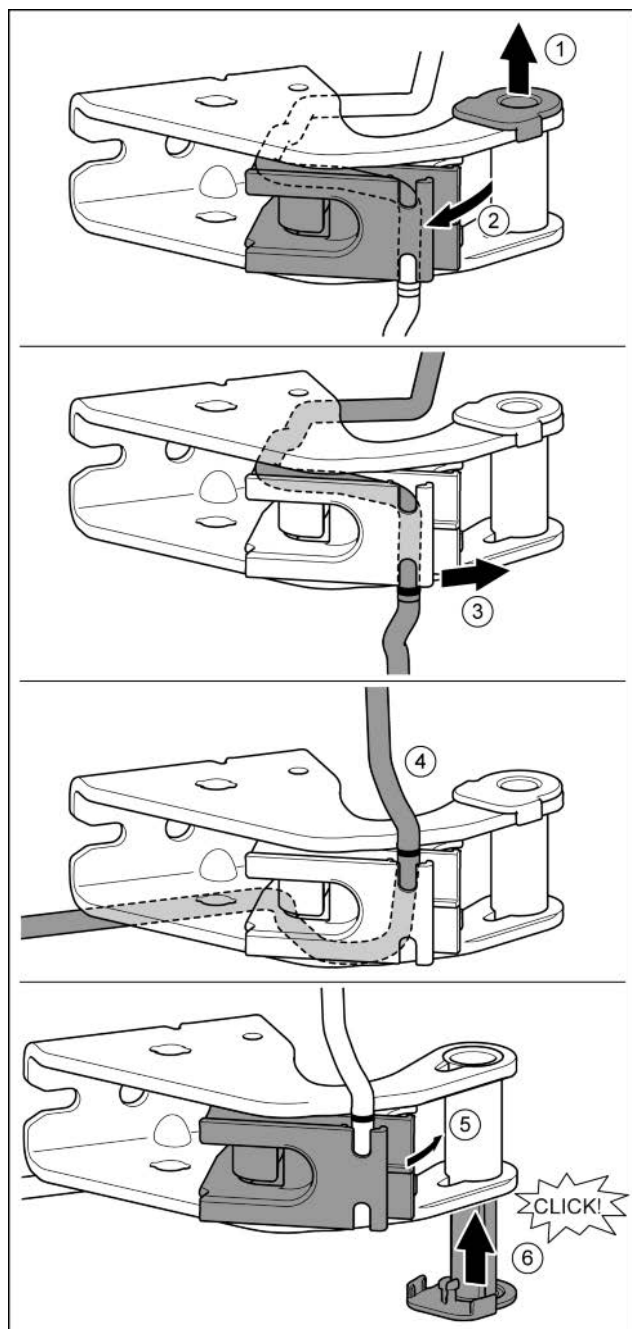

Fig. 25
- ▶ Опорную втулку вывести из направляющей. *Fig. 25 (1)*
- ▶ Отвести в сторону держатель кабеля. *Fig. 25 (2)*
- ▶ Высвободить кабель из направляющей. *Fig. 25 (3)*
- ▶ Вставить кабель, перевернув его в обратную сторону. *Fig. 25 (4)*
- ▶ Вернуть держатель кабеля в исходное положение. *Fig. 25 (5)*
- ▶ Установить и зафиксировать опорную втулку с другой стороны. *Fig. 25 (6)*